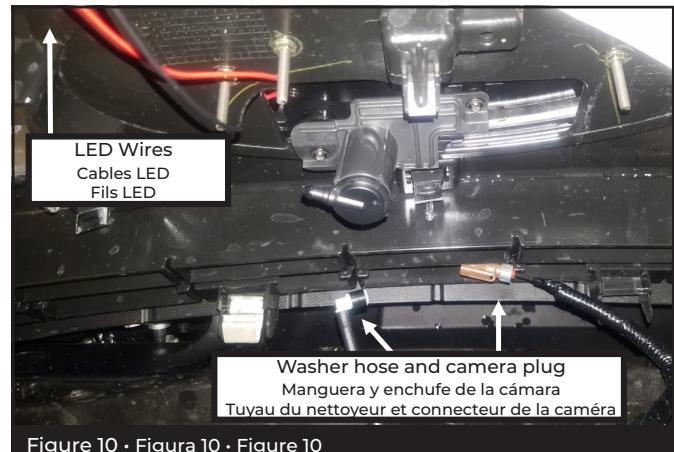

Figure 10 · Figura 10 · Figure 10
**10** Reconnect any plugs for camera system and washer nozzle, if applicable. Feed LED emblem wires towards top of grille to finalize connections. Push grille into place, but do not install fasteners until emblem has been fully installed and tested. (Fig 10)
**Fr** Reconnectez les bouchons du système de caméra et de la buse du nettoyeur, le cas échéant. Faites passer les fils de l'embrème LED vers la partie supérieure de la grille pour réaliser les connexions. Poussez la grille en place, mais n'installez pas les attaches avant de terminer et de tester l'installation de l'embrème. (Figure 10)